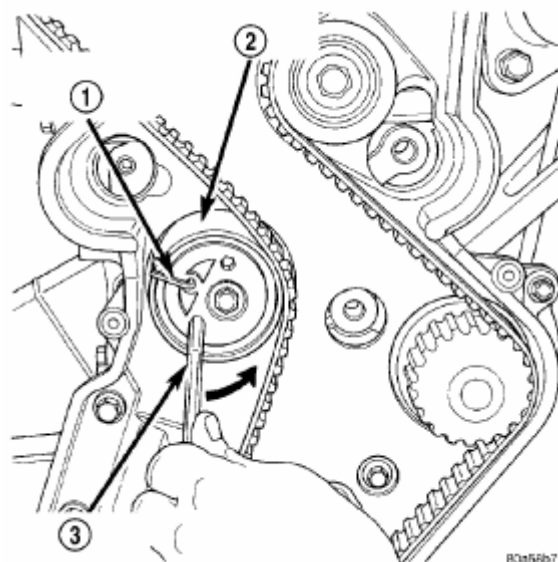

Рис. 103. Фиксация натяжителя привода ГРМ.
- (10) Вставить шестигранный ключ на 6мм в натяжитель ремня. Перед поворотом натяжителя вставьте длинный конец шестигранного ключа на 1/8" или 3 мм в отверстие пальца в передней части натяжителя (Рис.103). При повороте натяжителя против часовой стрелки слегка нажать на шестигранный ключ 1/8" или 3 мм так, чтобы он зашел в отверстие.
- (11) Снять ремень ГРМ.